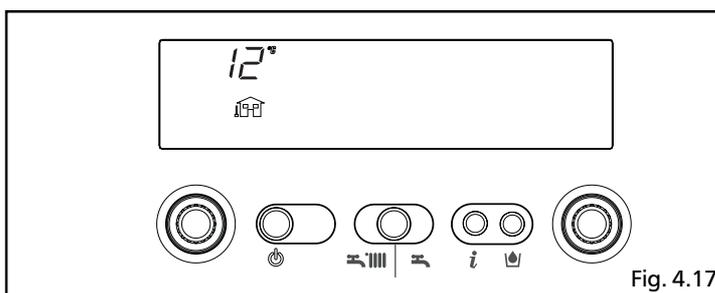

Fig. 4.17
**Info 1** solo con sonda esterna collegata, visualizza la temperatura esterna (esempio 12 °C) (fig. 4.17). I valori visualizzati dal display sono compresi tra - 40 °C e 40 °C. Oltre questi valori il display visualizza "- \_"